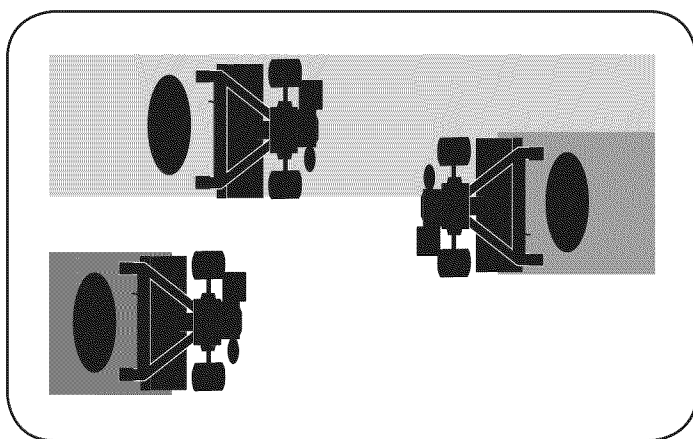

Figura 15
- Si las dimensiones del jardín no permiten la labranza en sentido longitudinal y luego transversal, trasape las primeras pasadas por la mitad del ancho de la cultivadora, continuando con sucesivas pasadas a un cuarto del ancho. Vea la Figura 15.